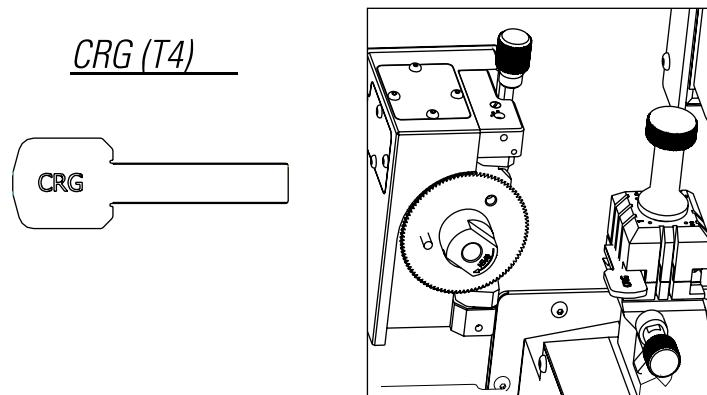

FIG. 21
- 1) Placer le CRG (T4) dans l'étau MP1 sur le côté 1 (Fig.21).